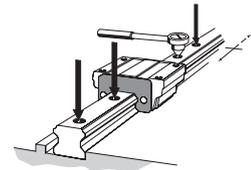

图 4-6 完全锁紧装配螺栓
(4) 使用扭矩扳手，将装配螺栓按规定的扭矩拧紧。(参照图 4-6、表 4-1、表 4-2)